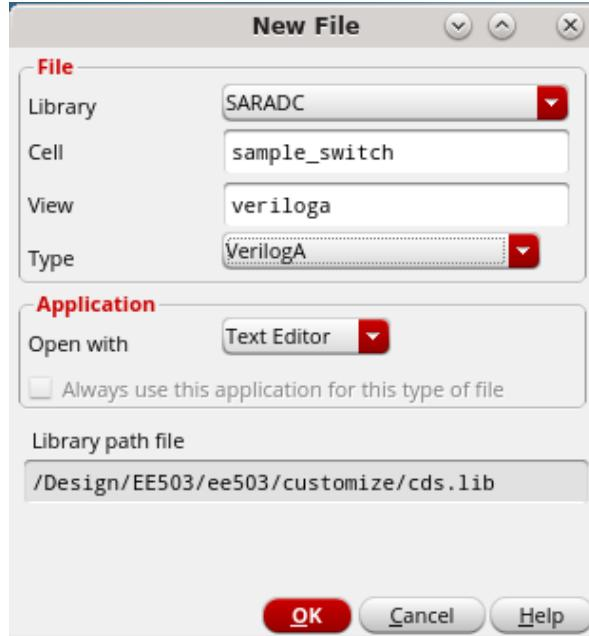

图 98 创建新的 VerilogA 电路视图
2. 在弹出的如图 98 所示的对话框中，将 Cell 命名为 sample_switch，选择 VerilogA 类型。点击 OK 按钮。